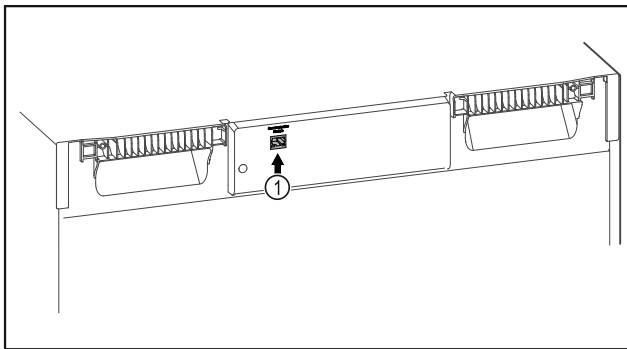

Fig. 142
- SmartModule Fig. 142 (1) er indsat.